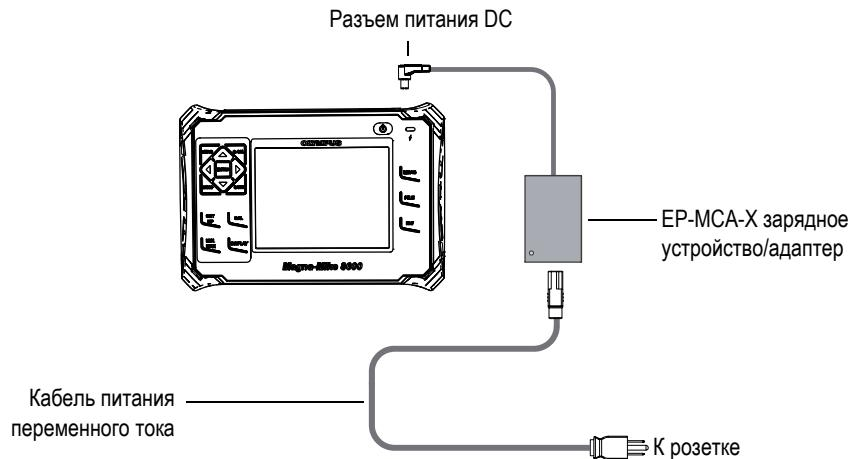

Рис. 1-8 Подключение зарядного устройства/адаптера
1. Подключите кабель переменного тока к зарядному устройству/адаптеру и нужной розетке электропитания (см. Рис. 1-8 на стр. 34)